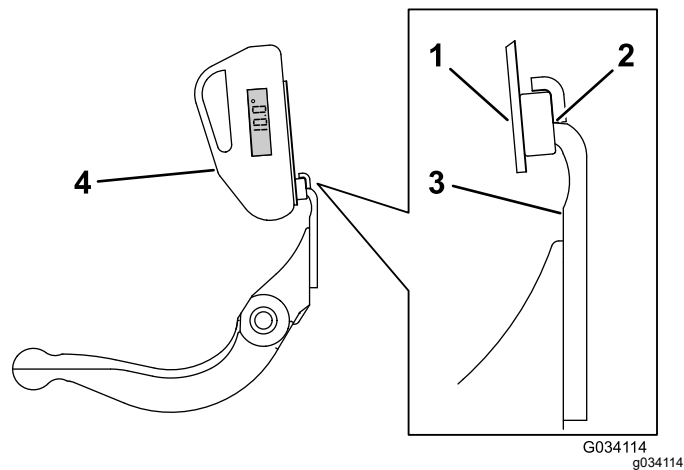

图 20
- 将角度指示器底座放在底刀边缘上以使磁体边缘与底刀边缘紧密配合 图 20。